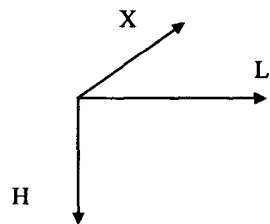

Рисунок 70
3.2 По окончании сканирования нажать на клавишу **F3**, переводя дефектоскоп в режим маркерных измерений параметров дефектов. Маркерные измерения условных размеров выявленных дефектов производятся в направлениях 3-х взаимно перпендикулярных координатных осей L, H, X (рисунок 70).